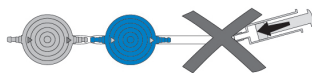

Fig. 25: Evitarea presurizării
- ▶ Presurizarea cu o seringă de unică folosință trebuie evitată atât la capătul proximal, cât și la cel distal (Fig. 25).